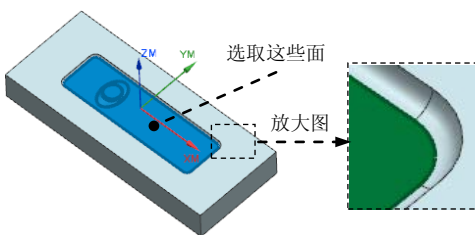

图 7.16 指定切削区域
Step2. 在图形区中选取图 7.16 所示的面 (共 10 个) 为切削区域, 然后单击“切削区域”